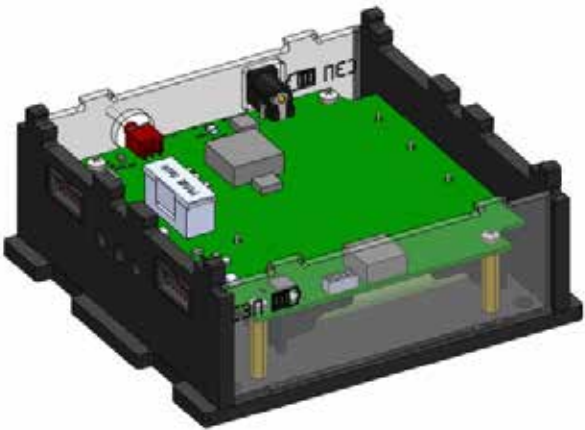

Рисунок 9. Собранный модуль СЭП
8) Прикрепить верхнюю крышку (обозначена: СЭП↑) к собранному корпусу. Для этого совместить вырезы на верхней крышке и выступы двух стенок, двух прозрачных панелей и защелкнуть, приложив усилия. Так выглядит собранный модуль СЭП (рисунок 9):